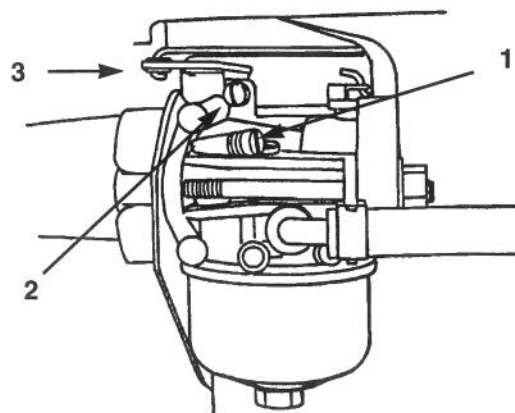

Figure 27
- Tourner doucement la vis de richesse du ralenti (Fig. 27) dans le sens horaire jusqu'à ce qu'elle soit presque serrée. Ne pas la forcer (trop serrer) au risque d'endommager le carburateur.
- Dévisser la vis de richesse (Fig. 27) d'un tour dans le sens anti-horaire. Ce réglage permet de démarrer le moteur.
- Maintenir le bras d'accélérateur du carburateur contre la vis de régime du ralenti (Fig. 27). Régler la vis de régime de telle sorte que le moteur tourne à 1750 tr/mn. Contrôler le régime à l'aide d'un tachymètre.
- Tout en maintenant le bras d'accélérateur contre la vis de régime, visser doucement la vis de richesse (Fig. 27) dans le sens horaire jusqu'à ce que le moteur commence à tourner moins régulièrement (mélange riche).
- Ajuster ensuite la vis de richesse (Fig. 27) entre mélange pauvre et mélange riche jusqu'à ce que le moteur tourne régulièrement.